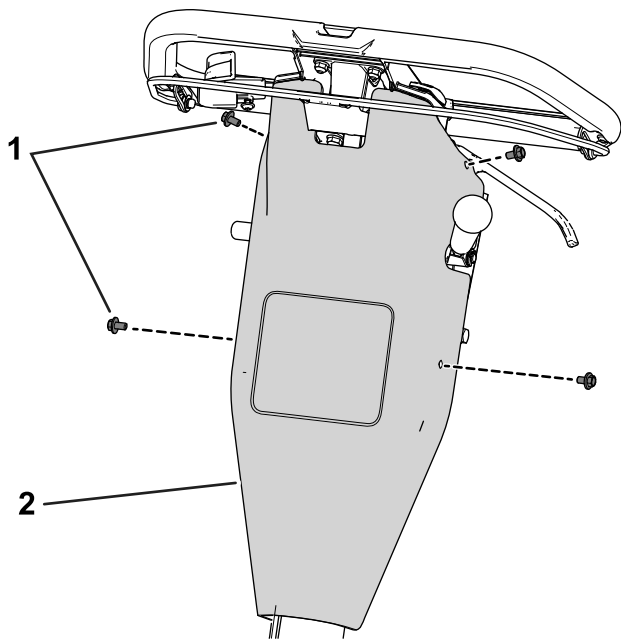

Bild 41
- B. Entfernen Sie die Abdeckung der Bedienelemente, indem Sie die Schrauben entfernen, mit denen die Abdeckung an der Rückseite befestigt ist (**Bild 41**).